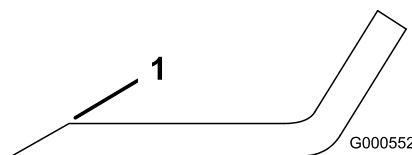

Figura 52
1. Utilice una lima para afilar el filo de corte en ambos extremos de la cuchilla (Figura 52).
Nota: Si la cuchilla no está equilibrada, rebaje algo el metal en la parte de la vela solamente con una lima (Figura 52).